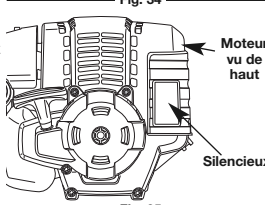

Fig. 35
2. Déposez le couvercle du moteur (Fig. 35).
L'écart de jeu recommandé pour l'admission et l'échappement est de **0,076 - 0,152 mm (0,003 - 0,006 po)**. Servez-vous d'une jauge d'épaisseur d'automobile standard de **0,127 mm (0,005 po)**. La jauge d'épaisseur devrait pouvoir glisser entre le culbuteur et la tige de soupape en rencontrant une faible résistance mais sans coller. Les figures 35 et 36 montrent comment mesurer l'ouverture.